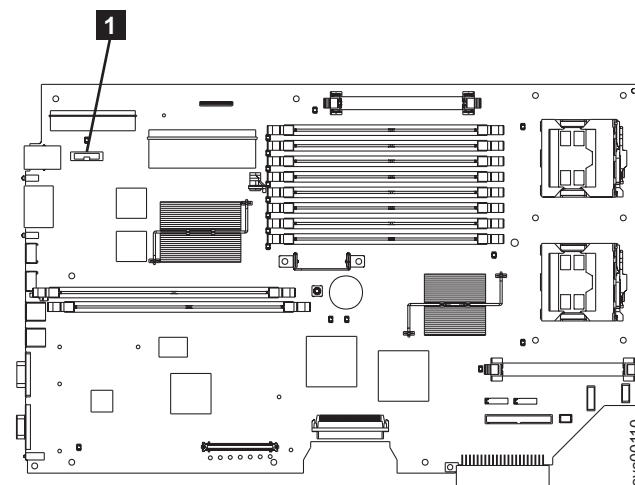

図 55. バッテリーの位置
4. バッテリー **1** をシステム・ボードに配置します。図 55 を参照してください。